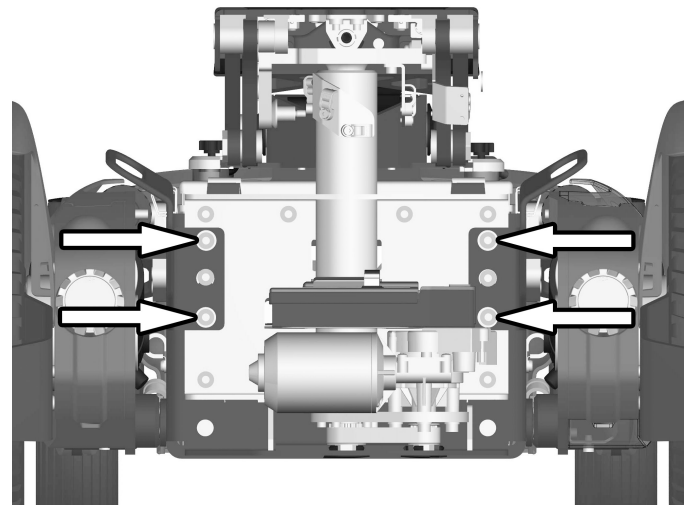

Abbildung 78. Die vorderen Transportösen sind mit je zwei Schrauben befestigt.
11. Die vorderen Transportösen abmontieren. Sind mit je zwei Schrauben befestigt. Siehe Abbildung. 78.